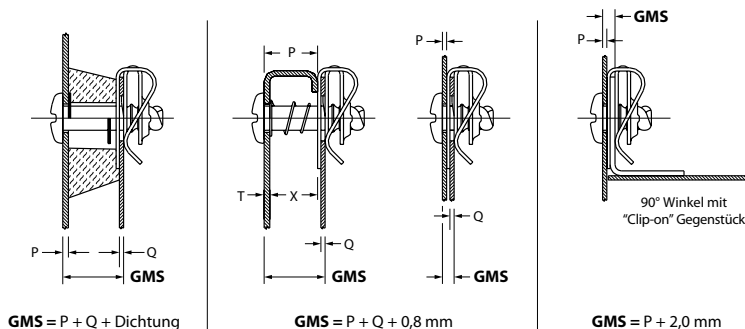

Abb. 1 Gesamtmaterialestärke (GMS)
- 1, Die Gesamtmaterialestärke ist zu bestimmen wie in Abb. 1 dargestellt,